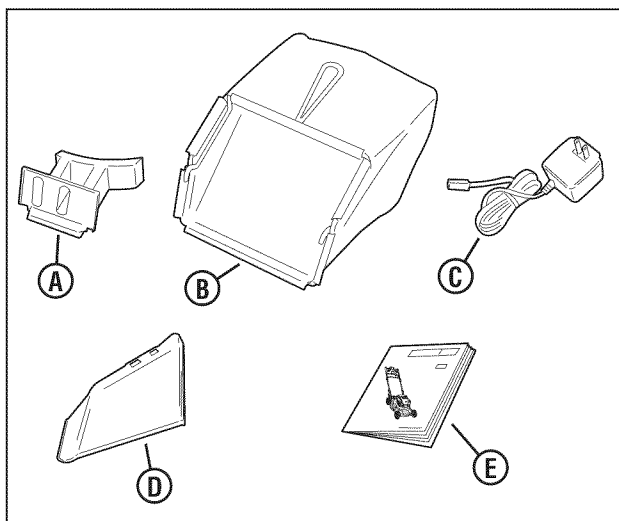

Figura 1: Componentes incluidos
- Tapón de cubrición (A, Figura 1 - instalado)
- Bolsa para hierba (B)
- Deflector de descarga lateral (D)
- Manual del usuario (E)